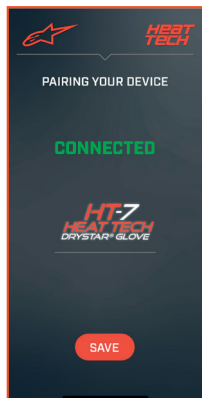

BILD 2
f. Sobald die HT-7 HEAT TECH Drystar® Handschuhe gekoppelt sind, erscheint auf dem Smartphone-Bildschirm die Anzeige "verbunden" (siehe App Bild 2).